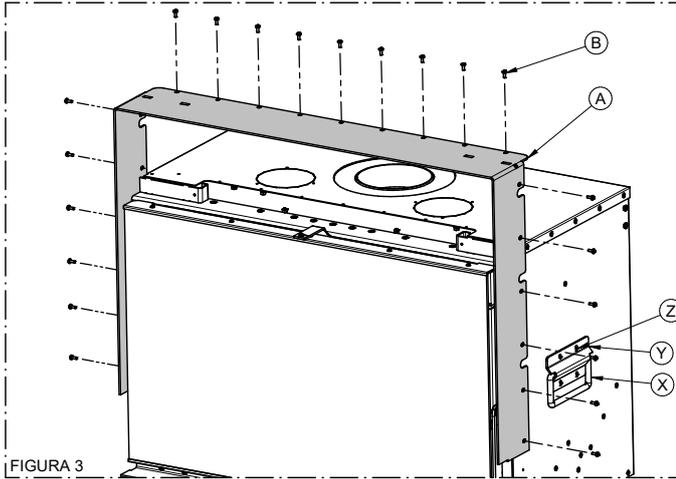

FIGURA 3
- 3) Smontare la cornice A svitando le viti B e le maniglie X svitando le viti Z, vedi Figura 3.